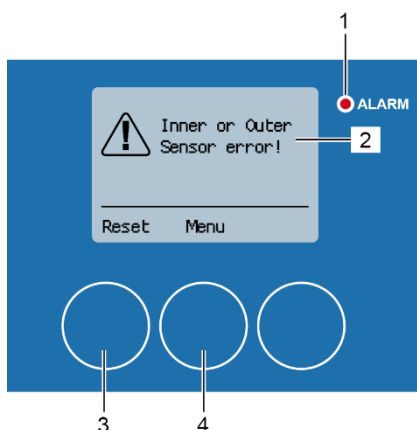

Figura 189: Alarma del sensor interior o exterior
El mensaje de alarma «¡Error del sensor interior o exterior!» (Figura 189/2) aparece durante el proceso de limpieza si ocurre un problema con el sensor de proximidad interior o exterior. El indicador LED rojo de alarma (Figura 189/1) se enciende.
2. Restablezca el mensaje de alarma pulsando [Restablecer] (Figura 189/3).
Si se restablece el mensaje de alarma sin solucionar el problema que haya dado lugar al error, el mensaje de alarma volverá a aparecer. Se puede acceder al menú «1 Menú principal» a través de [Menú] (Figura 189/4), p. ej., para comprobar el estado de la señal de los sensores de proximidad.  Capítulo en la página 108.